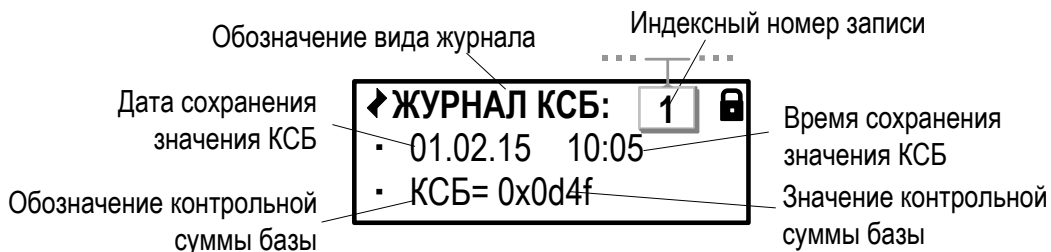

Рис.47. Вид окна индикации «Журнала КСБ».
8.3.6. Текущее значение контрольной суммы базы параметров фиксируется в **Журнале КСБ** (рис.47). Значение КСБ формируется в соответствии с установленными в тепловычислителе значениями для набора установочных параметров. Сохранение сформированного значения КСБ происходит при переводе ТВ в режим РАБОТА.